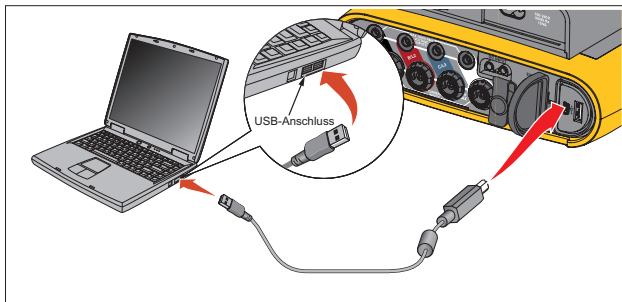

Abbildung 12. Verbindung zwischen Power Logger und PC
3. Schließen Sie das USB-Kabel an die USB-Anschlüsse des Computers und des Loggers an. Siehe Abbildung 12.